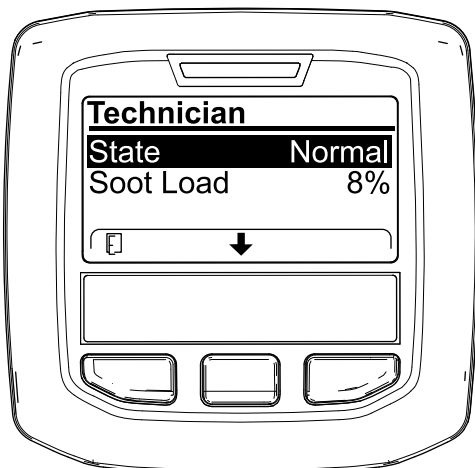

Bild 62
- Lesen Sie in der Tabelle für den Dieselpartikelfilter-Betrieb den aktuellen Zustand des Dieselpartikelfilter-Betriebs nach (Bild 62).